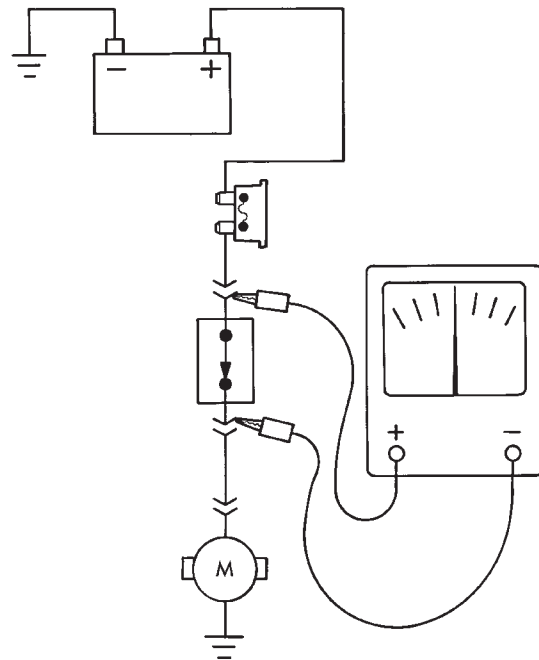

Fig. 8 Prueba de caída de voltaje
(1) Conecte el conductor positivo del voltímetro al lado del circuito más próximo a la batería (Fig. 8).
(2) Conecte el otro conductor del voltímetro al otro lado del conmutador o componente.
(3) Haga funcionar el elemento.
(4) El voltímetro mostrará la diferencia de voltaje entre los dos puntos.